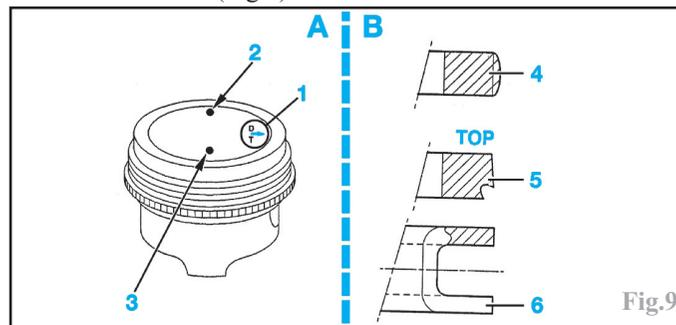

Fig.9
Les pistons sont disponibles en 3 classes repérées par les lettres **A**, **B** et **C** frappées sur la tête du piston (Fig.9). Un autre repère est également frappé sur la tête du piston. Il indique l'appariement avec l'axe.
**À la repose**, orienter la flèche (1) gravée sur la tête des pistons vers la distribution (Fig.9).
- 1 segment coup de feu avec profil bombé (4) (Fig.9).
- 1 segment d'étanchéité avec profil conique en "bec d'aigle" (5).
- 1 segment racler avec expandeur (6).